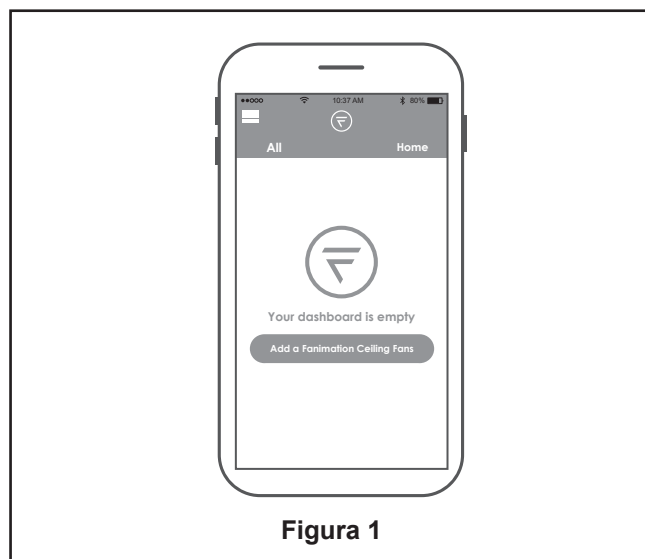

Figura 1
- ☐ 1. Instalación de la placa de la pared: (Figura 1)
- ☐ 1. Visite el App Store de Apple o el Play Store de Google para descargarse la App gratuita fanSync WiFi. Cree su cuenta Fanimation fanSync. (Figura 1)